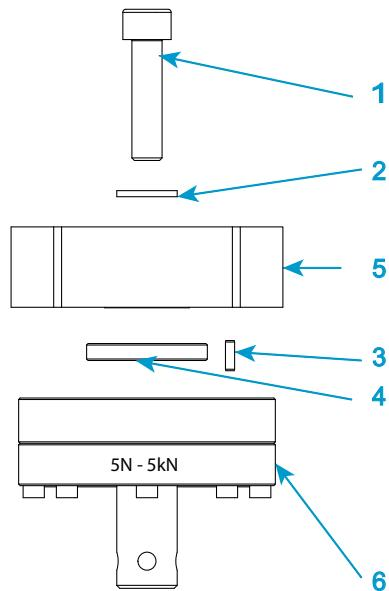

図17. 2530 シリーズのロードセルの取り付け - 容量 5 N ~ 5 kN
説明 図 17
1. 87 ページの図 17 とそれに関連する説明文を参照してください。